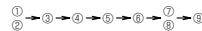

Fig. 4-1
- Před uvedením jednotky do provozu nezapomeňte sundat HORNÍ DÍL SKŘÍNĚ KOMPRESORU a ČELOVÝ KOMPRESOROVÝ KRYT a demontovat pevné části KOMPRESORU. (Fig. 4-1)